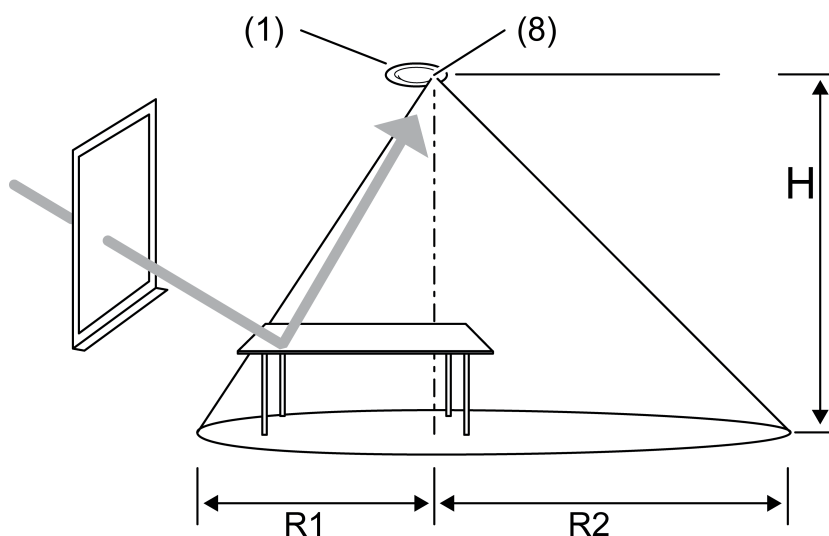

Figura 3
- Durante il montaggio orientare l'apparecchio in modo tale che il sensore di luminosità (8) non sia rivolto verso la finestra (figura 3).